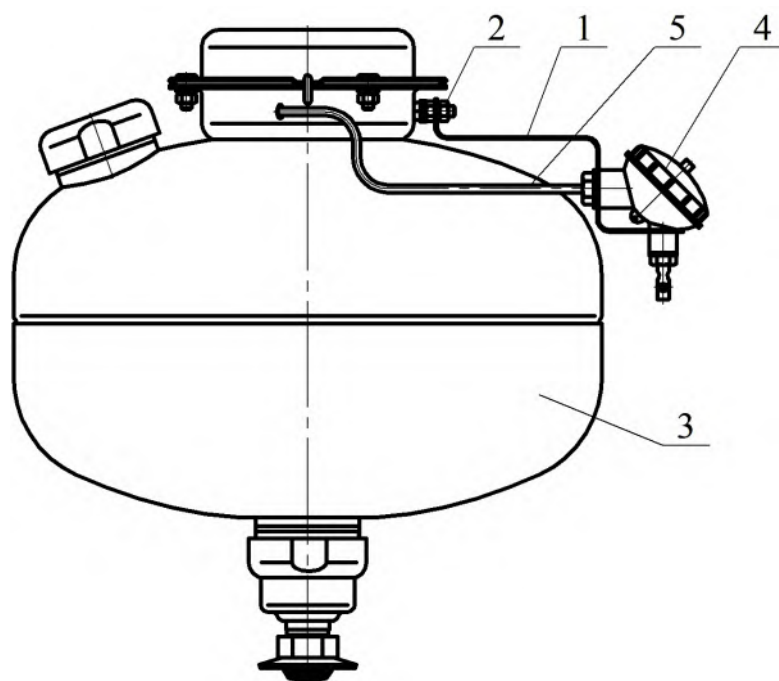

Рисунок 5
На кронштейне 1, закрепленном гайкой 2 на фланце МУПТВ 3 (см. рисунок 5), установлен электронный узел запуска 4. Вывода элемента электропускового 5 ИХГ, вставленные в трубку, через гермоввод соединены с электронным узлом запуска 4.
6.8.2 Гайкой **2** (см. рисунок 5) закрепить на корпусе МУПТВ кронштейн **1**.
6.8.3 С корпуса **1** электронного узла запуска (см. рисунок 7) открутить крышку **2** и винт **3**. Через отверстия винта **3** (см. рисунок 7) и кронштейна **1** (см. рисунок 5) в гермоввод электронного узла запуска ввести провода элемента электропускового ИХГ и при необходимости ШПС. Винтом **3** (см. рисунок 5) закрепить на кронштейне электронный узел запуска.